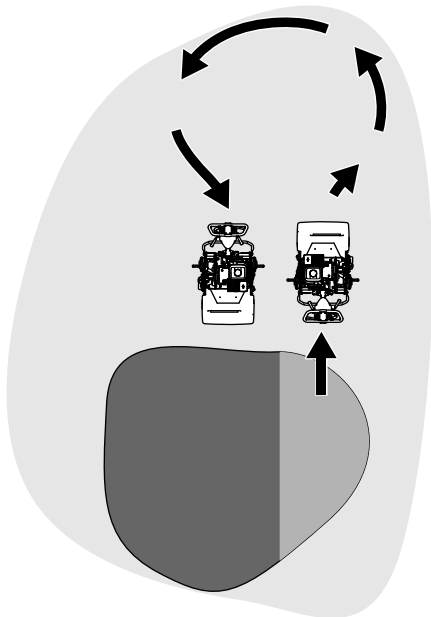

Figura 19
- Retire a máquina do relvado, levantando o cilindro de corte (empurre a pega para baixo) e fazendo uma volta em forma de gota no tambor de tração (Figura 19).
- Localize a alavanca de engate da tração na caixa de engrenagens da transmissão (Figura 19).